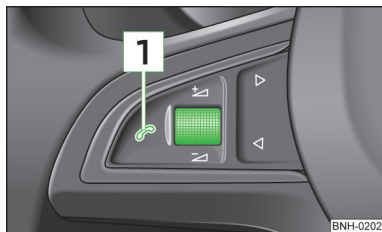

Fig. 83
Prin apăsarea scurtă a tastei **1** » fig. 83 de pe volanul multifuncțional.
Dacă sistemul este în curs de redare a unui mesaj, este necesar să se încheie redarea în curs prin apăsarea tastei **1** » fig. 83 de pe volanul multifuncțional.
- » prin apăsarea scurtă a tastei **1** » fig. 83 de pe volanul multifuncțional.